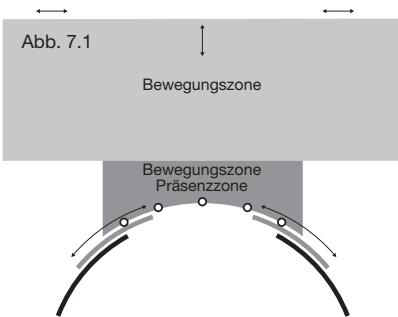

Abb. 7.1
- Rundschiebetür außen:** Benutzen Sie 5 Markierungen ( siehe Abbildung 7.1)